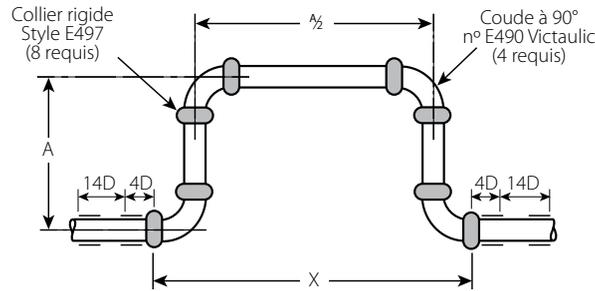

Figure 1
b. Boucles de dilatation à l'aide des colliers rigides et raccords Victaulic : Les boucles ou lyres de dilatation sont souvent utilisées pour compenser la dilatation ou contraction des matériaux suite à des changements de température. Les dimensions de la boucle de dilatation pour tubes en acier inoxydable dans un système StrengThin™ 100 sont détaillées dans le tableau suivant (voir Figure 1 pour la hauteur de boucle « A ») :